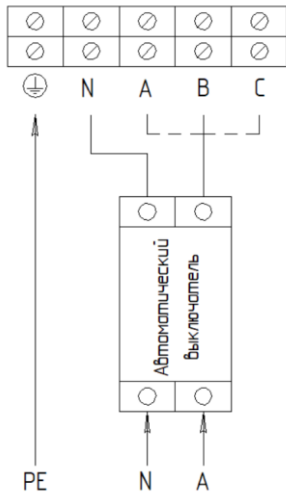

Рис. 5 – Схема подключения 230В/400В
6.3.5 Подключить кабель питания с сечением медной токопроводящей жилы указанной в таблице 4 к блоку зажимов согласно приведенным схемам на рис. 5 для 230В (L+N+PE) и рис.6 для 400В (3xL+N+PE).